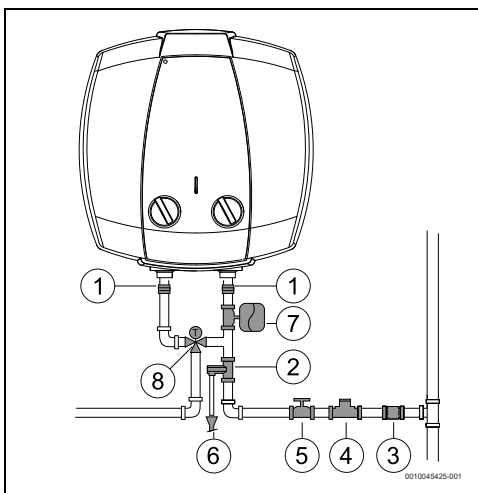

Fig. 9 Collegamento acqua
- Chiudere la valvola d'intercettazione dell'acqua (→ fig. 9, [5]).
- Aprire la valvola di sicurezza (→ Fig. 9, [2]).
- ▶ Se si usano tubi PEX, installare una termoregolazione (Fig. 9, [8]) nel tubo di scarico dell'apparecchio. Tali tubi devono essere adeguati alle performance del materiale utilizzato.
- Non installare mai accessori (diversi da quelli illustrati in fig. 9) tra la valvola di sicurezza e l'ingresso acqua fredda sanitaria (lato destro) dell'apparecchio.
- installare un riduttore di pressione (fig. 9, [4]). La valvola di sicurezza si attiva quando la pressione dell'acqua nell'apparecchio è superiore a 8 bar (± 1 bar), pertanto è necessario prevedere una soluzione per scaricare l'acqua.
- installare un vaso d'espansione (fig. 9, [7]) per evitare che la valvola di sicurezza si apra spesso. Il volume del vaso d'espansione deve essere pari al 5% del volume dell'apparecchio.